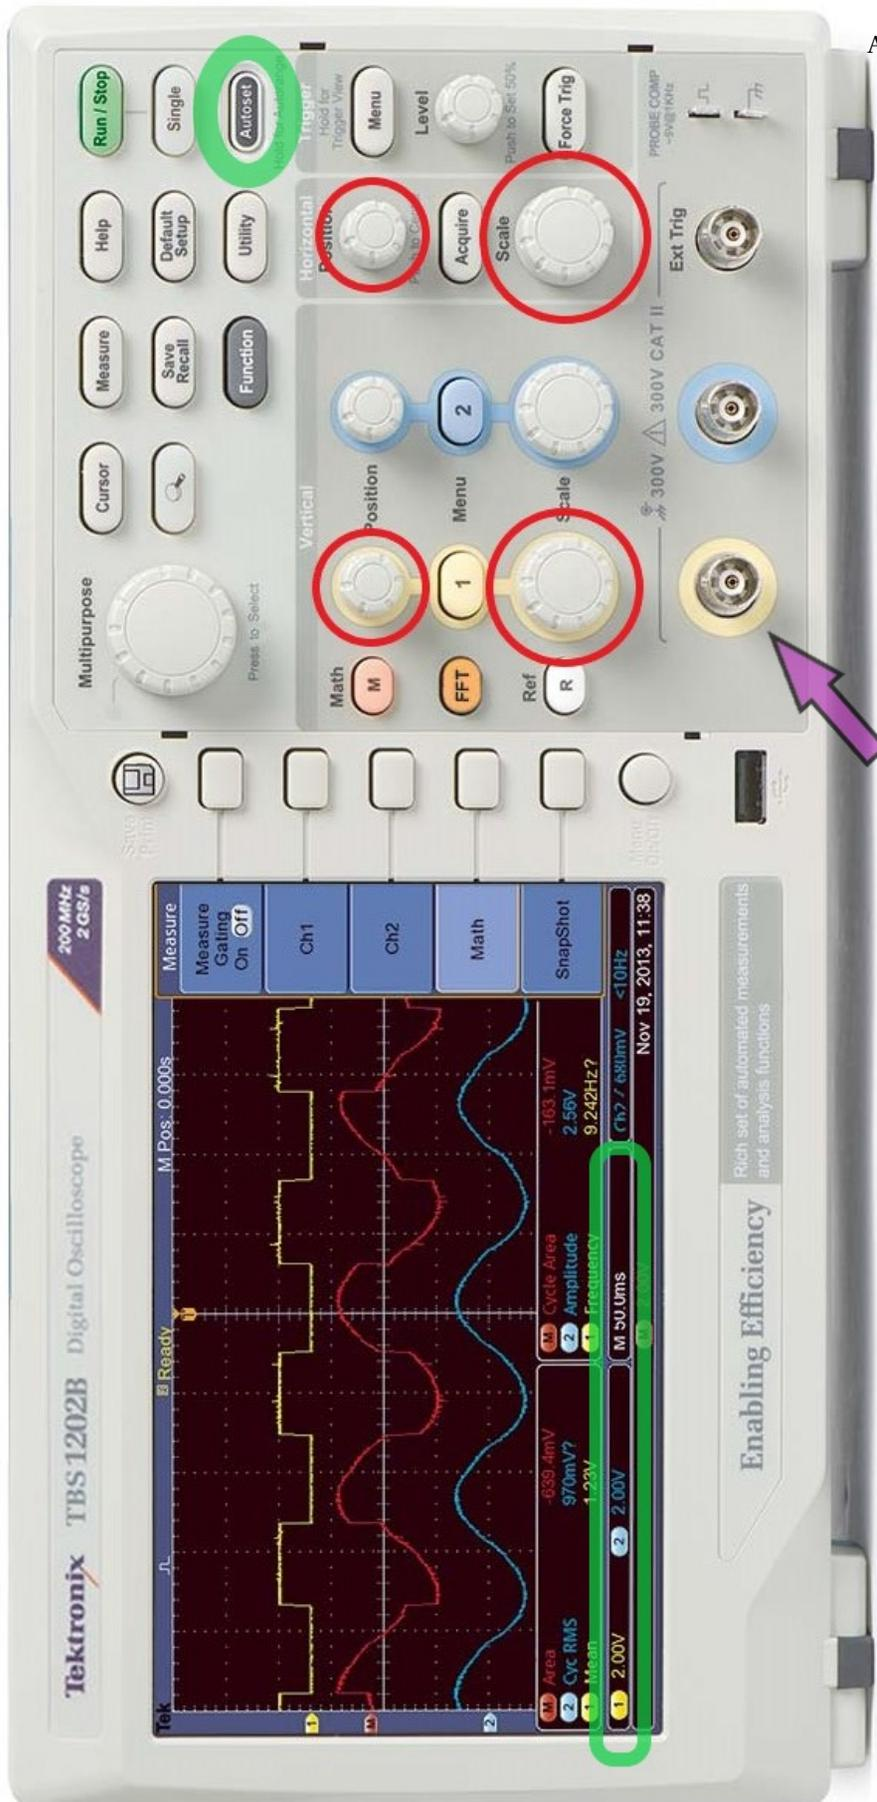

Abbildung 4.13: Das Oszilloskop.
- Schließen Sie das **Oszilloskop** mithilfe der Adapter als Voltmeter über dem Kondensator an. Benutzen Sie den ersten Kanal. Die Buchse ist in Abbildung 4.13 mit einem violetten Pfeil gekennzeichnet.
- **Nehmen Sie sich nun etwas Zeit, das Oszilloskop kennen zu lernen.** In Abbildung 4.13 sind einige wichtige Bedienelemente gekennzeichnet: